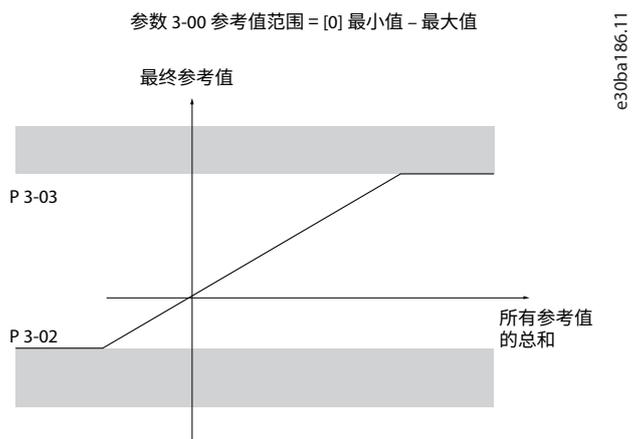

图 41: 最小值范围设置为负值时的所有参考值汇总
**参数 3-02 最小参考值**的值不能设置为小于 0，除非**参数 1-00 配置模式**设置为 [3] 过程。在该情况下，所得出的参考值（锁定之后）和所有参考值之和的关系如图 41所示。